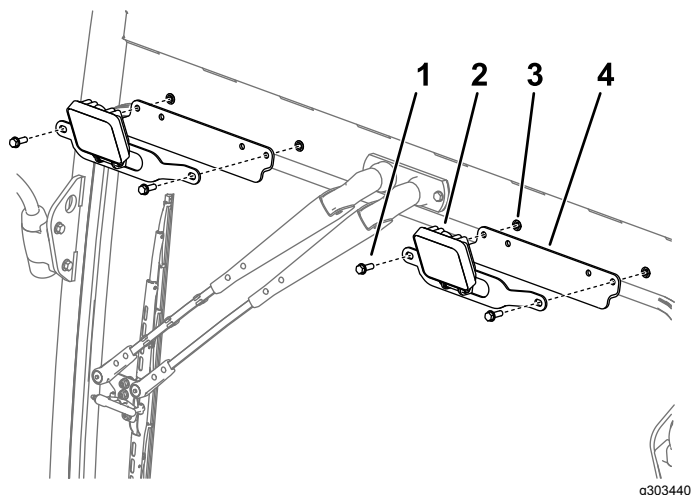

Рисунок 7
4. Подсоедините узлы рабочих осветительных приборов и крепежные кронштейны к передней части машины, как показано на Рисунок 7, используя винты и крепежные кронштейны, снятые при выполнении пункта 3.
6. Подсоедините узлы рабочих осветительных приборов и крепежные кронштейны к задней части машины, как показано на Рисунок 7, используя винты и крепежные кронштейны, снятые при выполнении пункта 5.